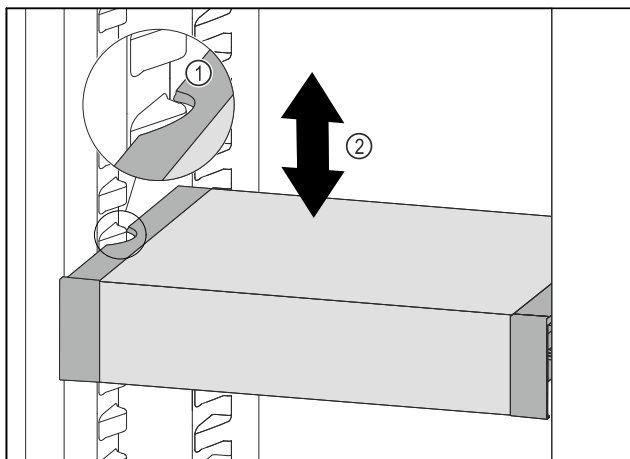

Fig. 92
- ▶ Træk VarioSafe fremefter, indtil udspæringerne i siden på VarioSafe er på niveau med beholderribben i kølesektionen. Fig. 92 (1)
- ▶ Flyt VarioSafe op eller ned i kølesektionen, indtil den ønskede højde er nået. Fig. 92 (2)